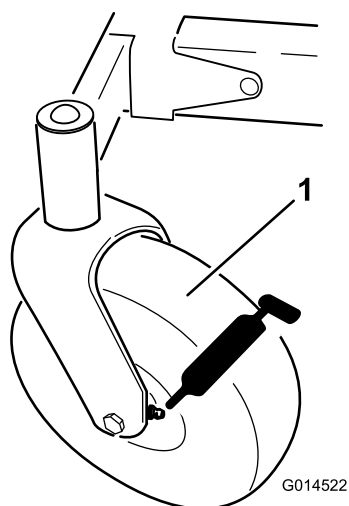
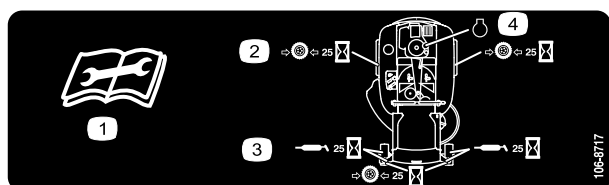

Figura 26
Figura 27
3. Pulite i raccordi d'ingrassaggio (Figura 26 e Figura 27) con un panno.
4. Collegate un ingrassatore a pressione a ciascun ingrassatore (Figura 26 e Figura 27).